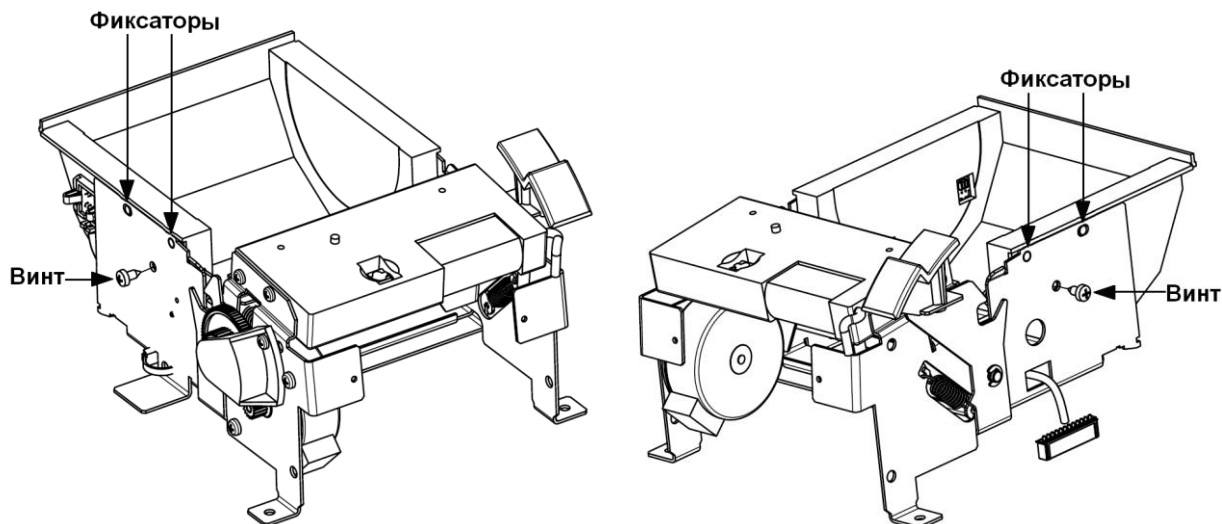

Рисунок 9 Освобождение отсека рулона чековой ленты.
1. Освободите отсек рулона чековой ленты, открутив 2 винта по бокам, и отжав фиксаторы крепления отсека (Рис.9).